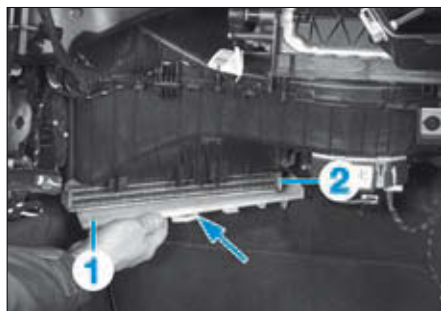

FIG. 1
- Dégrafer le couvercle (1) du filtre (2) (Fig.1).
- Déposer le filtre (2).